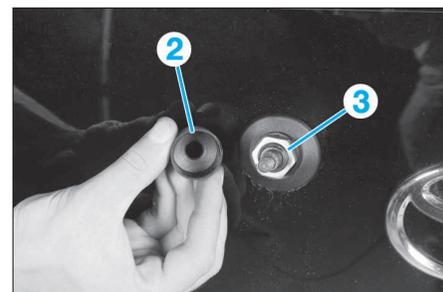

FIG. 98
- Déposer le capuchon (2) (Fig.98), puis déposer l'écrou (3).
- l'écrou (3) (Fig.98) à 5.5 N.m.